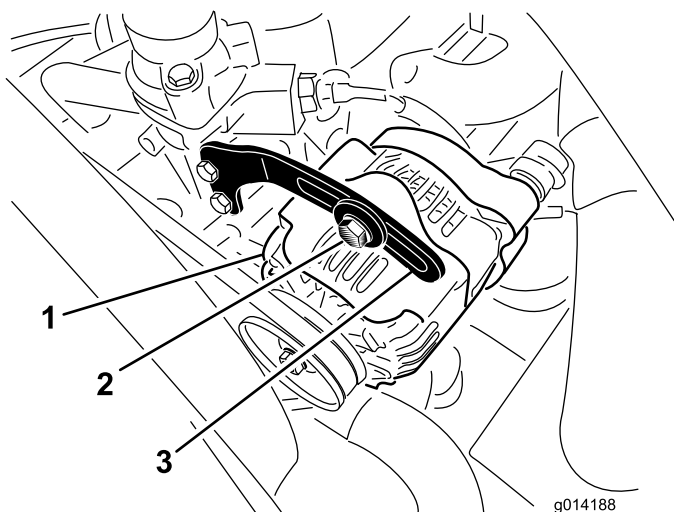

図 38
2. オルタネータ側プーリとクランクシャフト側プーリ間の中央部でオルタネータベルト(図 38)を指で10 kg程度の力で押してベルトの張りを点検する。
3. ブレースをオルタネータ図 38に固定しているボルトと、オルタネータのピボットボルトをゆるめる。